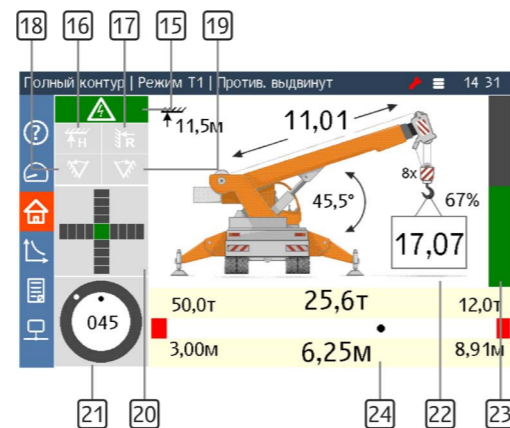

Рисунок 4. Основной экран
3. Убедиться в запуске блока индикации, включении основного экрана (см. рисунок 4), проконтролировать яркость и четкость изображения.
Элементы основного экрана отмечены на рис. 4. На данном экране отображаются основные параметры крана для текущего вылета, вылет, длина стрелы, степень загрузки крана, угол наклона стрелы, высота подъёма оголовка стрелы.